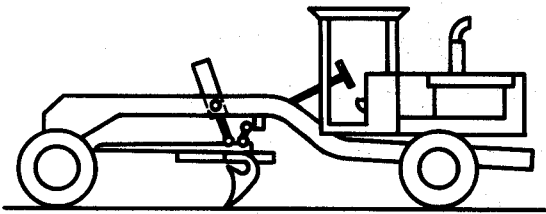

Figure 3 — Niveleuse à un moteur
5.1.2.1 À un moteur (voir figure 3)